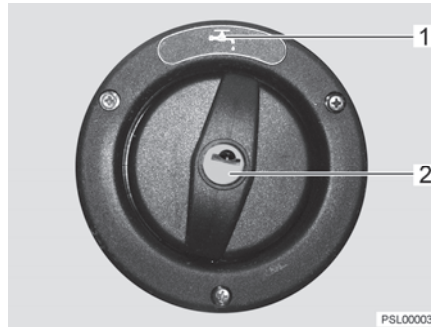

Bild 189 Lock för påfyllningsöppningen för dricksvatten
Påfyllningsöppningen för dricksvatten är märkt med symbolen "🔑" (Bild 189,1). Locket låses och låses upp med nyckeln till de utvändiga låsen (utvändiga luckorna).
- Stick in nyckeln i låscylindern (Bild 189,2) och vrid ett kvarts varv moturs.
- Öppna påfyllningsöppningen för dricksvatten (Bild 189).